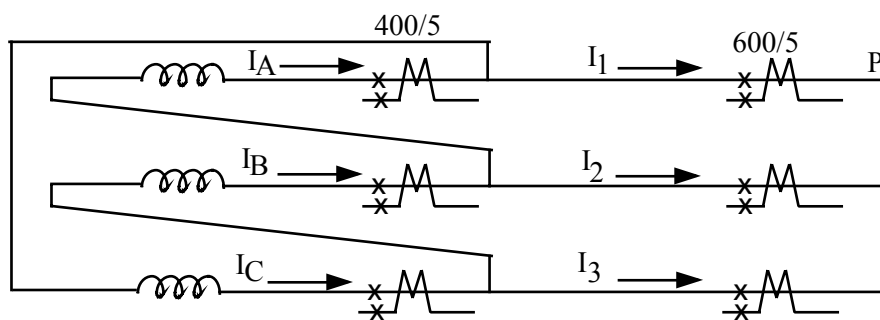

Figura 12
21. El generador conectado en triángulo, de 15 MVA, 13,8 kV de la Figura 12, se protege con un relé diferencial de porcentaje sin TAP y con un porcentaje del 10%.